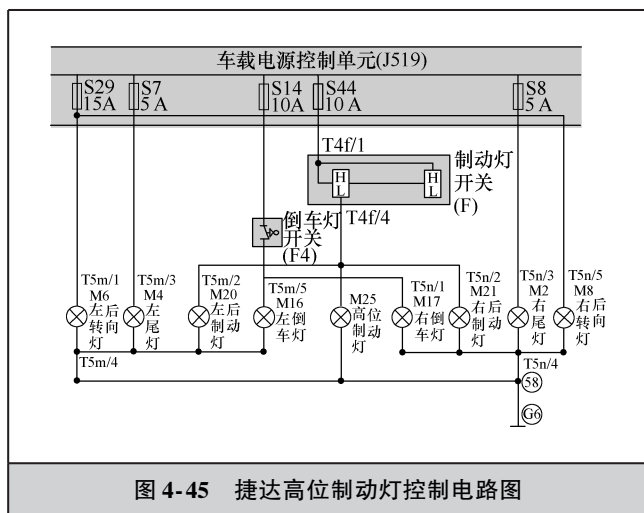

图 4-45 捷达高位制动灯控制电路图
(1) 故障现象 一辆行驶里程约为 2 万 km 的 2012 款捷达（型号为 FV7160FG）轿车，车主反映高位制动灯工作不正常，打开小灯时，高位制动灯也跟着亮。
(2) 故障诊断 首先确认故障现象，发现灯光控制开关位于示宽灯位置时，左右尾灯和高位制动灯同时点亮；当只踩下制动踏板时，制动灯和高位制动灯都正常点亮；尝试其他灯光控制，工作均正常。初步得出结论，问题出现在高位制动灯控制电路中，也就是说高位制动灯同时受到尾灯开关控制和制动开关控制。由于该车采用车载网络系统，车载电源控制单元 J519 在接收到灯光控制开关信号后，控制相应灯光点亮与熄灭。从图 4-45 中可以看出，高位制动灯控制电路为 J519（车载电源控制单元）→S44（熔丝）→F（制动开关）→M25（高位制动灯）→58（搭铁）→G6（搭铁）；尾灯控制电路为 J519→S7、S8（左右尾灯熔丝）→M4、M2（左右尾灯）T5m/3、T5n/3（左右尾灯插接器端子）→T5m/4、T5n/4（插接器搭铁端子）→58（搭铁）→G6（搭铁）；制动灯控制电路为 J519→